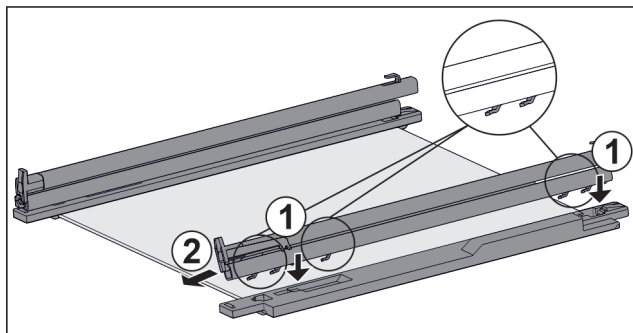

Fig. 133 Üveglap sínekkel és tartóelemekkel
- ▶ A sín horgait tegye fel a **bal** oldali tartóelem nyílásaira. Fig. 133 (1)
- ▶ Húzza előre a sínt. Fig. 133 (2)
- ▶ A sín horgait tegye fel a **jobb** oldali tartóelem nyílásaira. Fig. 133 (1)